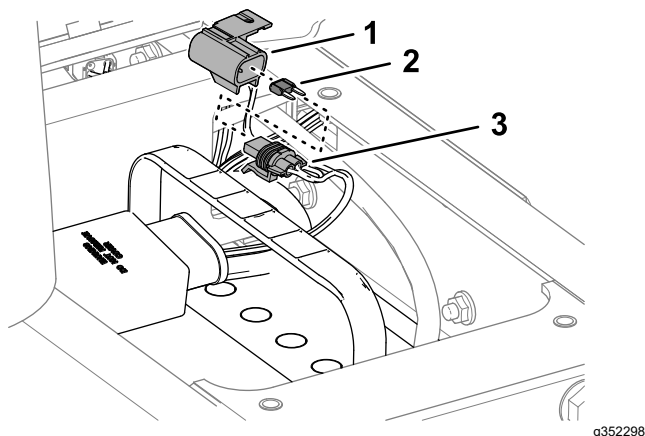

Figura 69
2. Retire el tapón del portafusibles en línea (Figura 69).